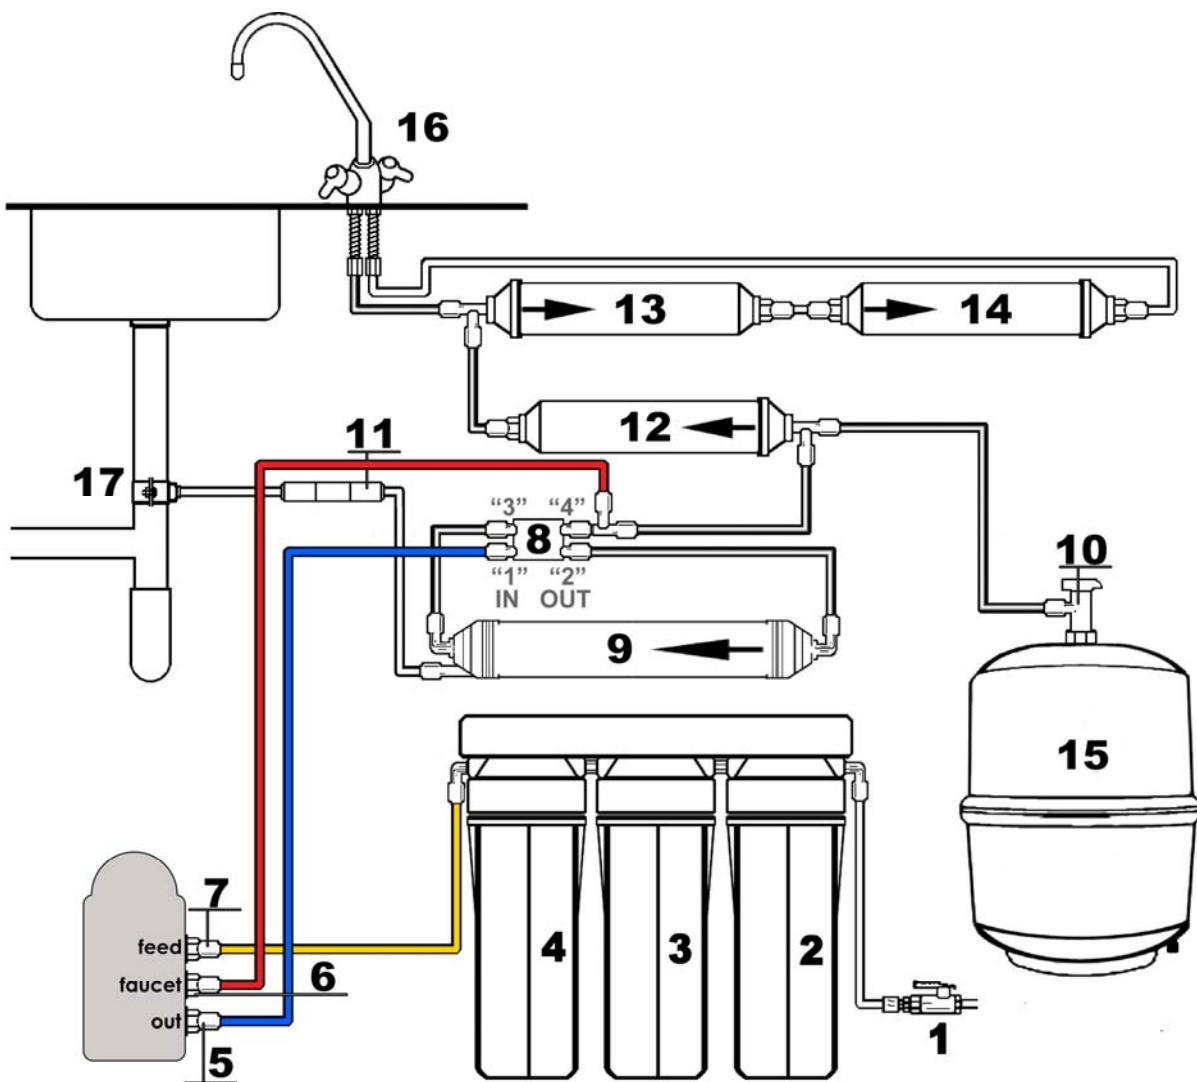

Рис.2
Подключение повысительного насоса «Shark» (рис.2)
1. Подсоединить **желтый** шланг одной стороной к фитингу с надписью **IN(7)** и фитингу после позиции (4)
2. Синим шлангом соединить выход с насоса **OUT (5)** и вход на клапане (8) **IN (рис.2)**
3. Тройник с красным шлангом вставить в отверстие с цифрой «4»(см. схему на рис.2) на клапане (8), а другой конец вставить в отверстие **High Pressure Switcht (6)**